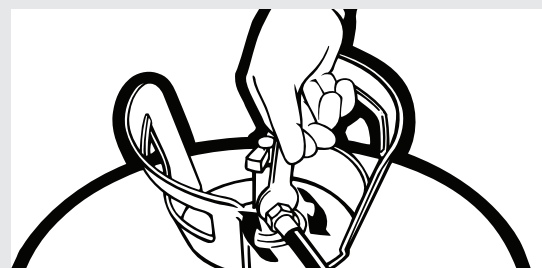

Figure 2.
3. Appliquer une couche de gelée de pétrole sur la face intérieure du Distributeur INSTA-FLOMC. Cette étape facilitera le nettoyage de la face du distributeur et prolongera la durée de vie utile du Distributeur INSTA-FLOMC. (Voir figure 2)